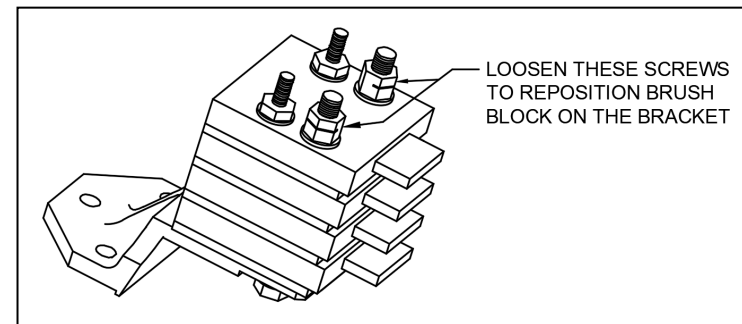

FIGURE 5-18
- (1) Loosen two screws attaching the brush block to the mounting bracket (figure 5-18).
- (2) Reposition the brush block on the bracket to establish correct distance and angular location to the slip ring.
- (3) Utáhněte šrouby připevňující sběrač ke konzole utahovacím momentem 1-2 Nm (9-18 in-lb). Po utažení ověřte správnou vzdálenost a úhel.